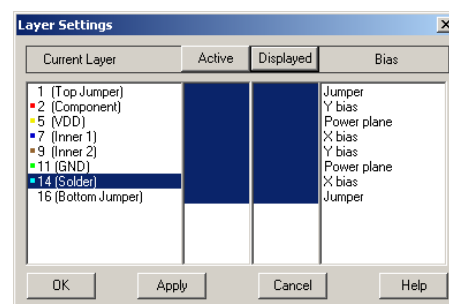

Рис. 7. Выбор текущего слоя.
26. Выполним команду меню Layer и в появившемся на экране окне Layer Setting (рис. 7) в списке Current Layer выберем слой Solder.